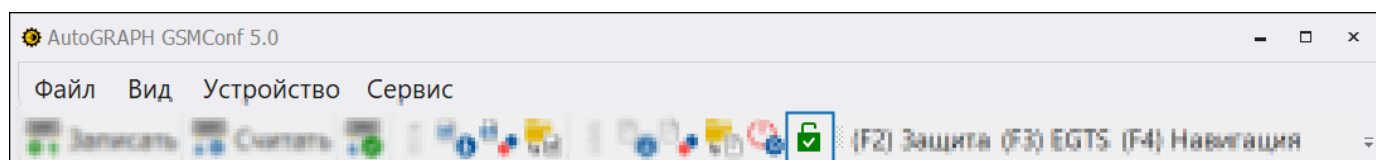

Рис.14. Кнопка «Разблокировка функций устройства»
3. Нажмите в окне программы кнопку **«Разблокировка функций устройства»** (Рис.14).